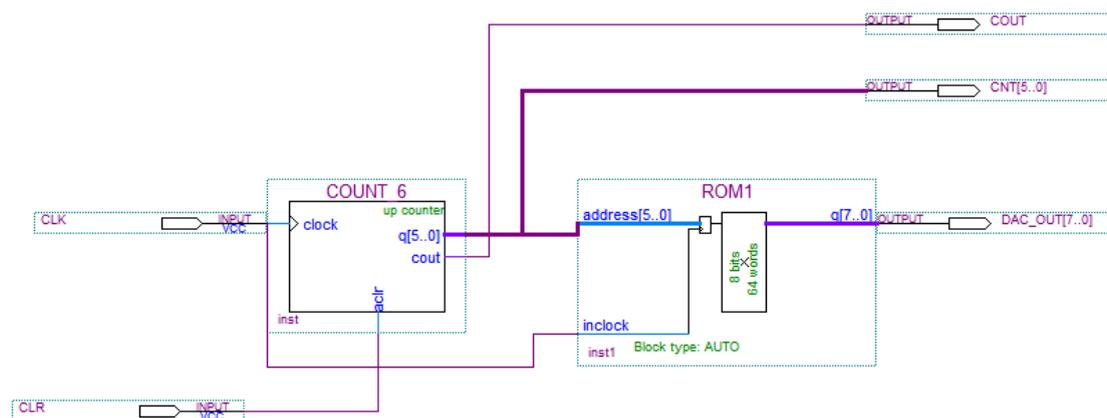

图 7.2 简易正弦信号发生器顶层电路设计
- 调入LPM-ROM宏模块，LPM-COUNER模块构建如图7.2所示顶层文件原理图，并设置为顶层文件，进行综合编译，若在编译过程中发现错误，则找出并更正错误，直至编译